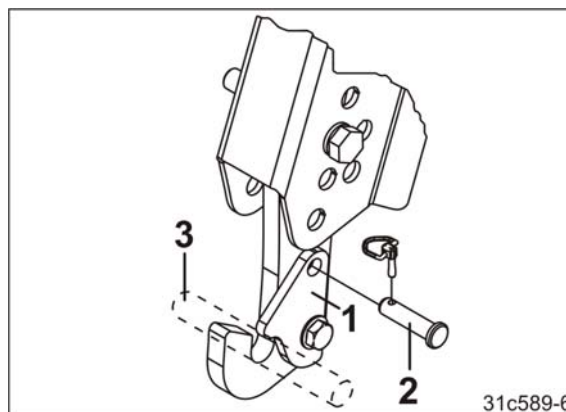

Bild 108
2. Lossa säkringsplattorna (Bild 108/1).
- 2.1 Dra ut bultarna (Bild 108/2).
5. Grip tag i de nedre ledpunkterna (Bild 108/3) på såmaskinen med fäst krokarna.
7. Vrid säkringsplattorna (Bild 108/1) och fäst dem med vardera en bult (Bild 108/2). Säkra bultarna med låssprintar.